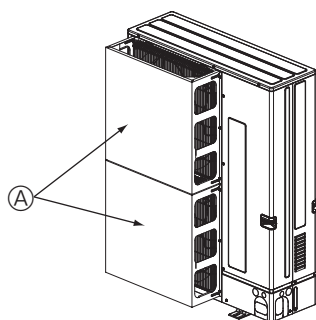

Fig. 2-5
- ② Montera en luftskyddsguide om enheten är installerad på en plats där starka vindar från en tyfon eller liknande kan komma in direkt i luftutblåset. (Fig. 2-5)